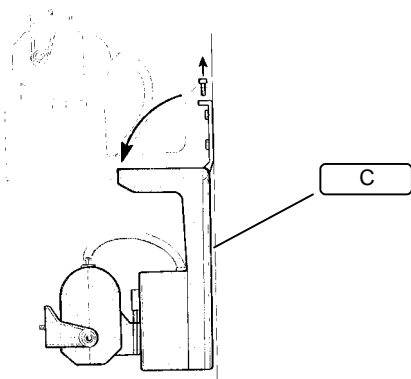

Fig.3
5. Accrocher en séquence le couvercle **C** et la tourelle à la plaque d'aluminium **B** (Fig.3)